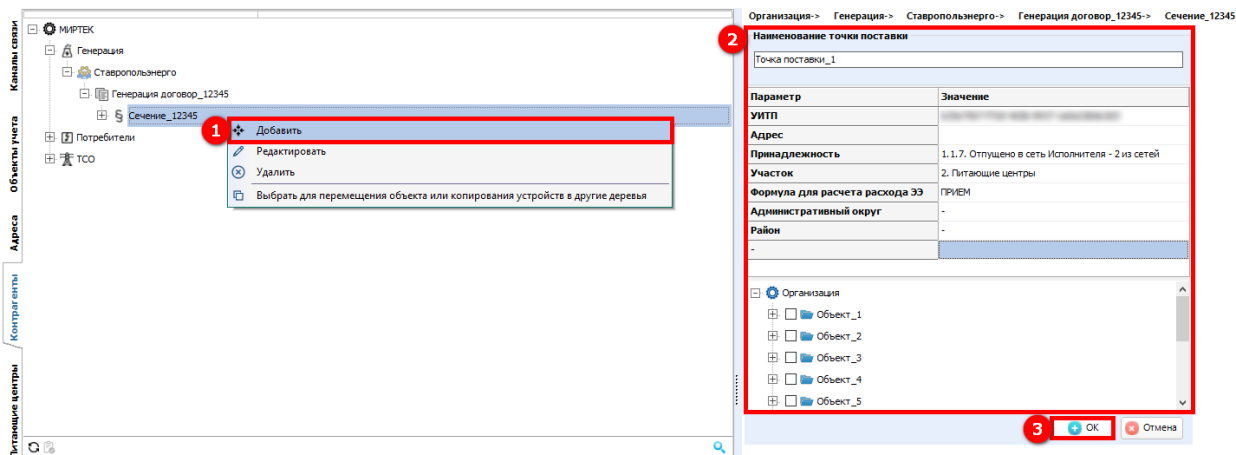

Рисунок 361 – Добавление точки поставки
Для добавления точки поставки в контекстном меню выбираем **Добавить** (1) (см. рисунок 361). В открывшемся окне указываем наименование точки поставки и заполняем значения параметров (2):